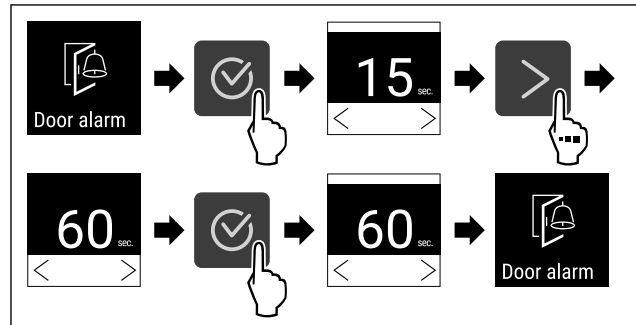

Fig. 88
- ▷ Изпълнете стъпките (виж Fig. 88).